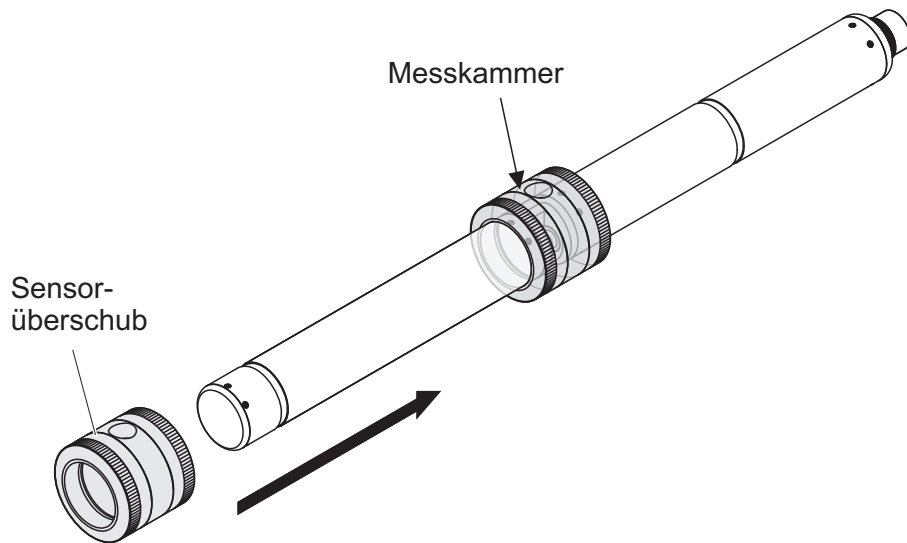

Bild 4-3 Sensorüberschub auf Sensor aufstecken
9. Sensor waagrecht auf einen festen und vibrationsfreien Untergrund stellen. Die Einfüllöffnung des Sensorüberschubs nach oben drehen (Bild 4-3).